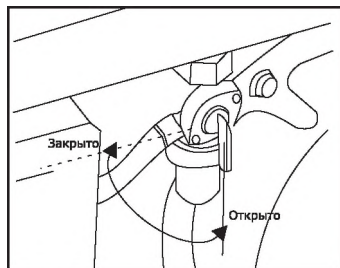

Рис. 9
- Поверните топливный кран в положение «Открыто» (рис. 9).
- Перекройте топливный кран, установив его в положение «Закрыто» (рис. 9).